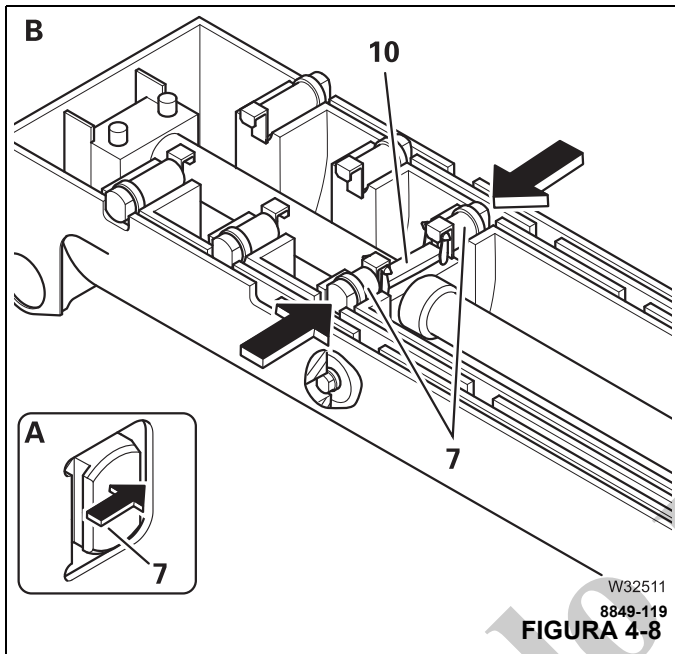

FIGURA 4-8
(A, Figura 4-8). Cuando una sección telescópica se bloquea en la posición del 50 %, 92 % o 100 %, el cilindro telescópico se extiende hasta que los pasadores de bloqueo (7) de esa sección estén libres. Cuando una sección se retrae completamente y se bloquea en la posición 0 %, no hay proceso de despegue. La sección de la pluma se apoya en la parte delantera de la sección por los bloques de tope en lugar de por los pasadores de bloqueo. Debido a esto, los agujeros de cierre del 0 % están sobredimensionados, y el pasador de cierre nunca toca el fondo del agujero.